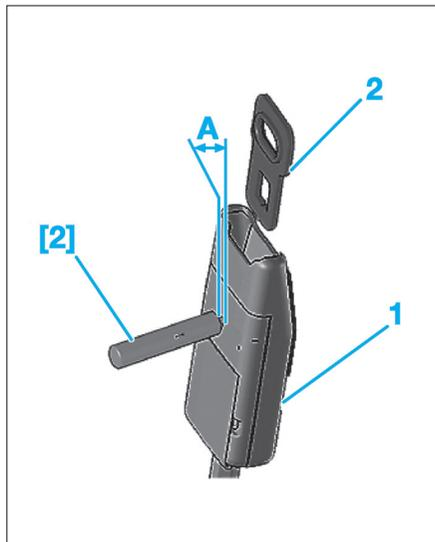

Fig. 28
- Retirer l'outil [2] de 2 mm à la côte (A) (Fig.28).
- Dégager la boucle de ceinture (2) de la fixation (1) du prétensionneur.